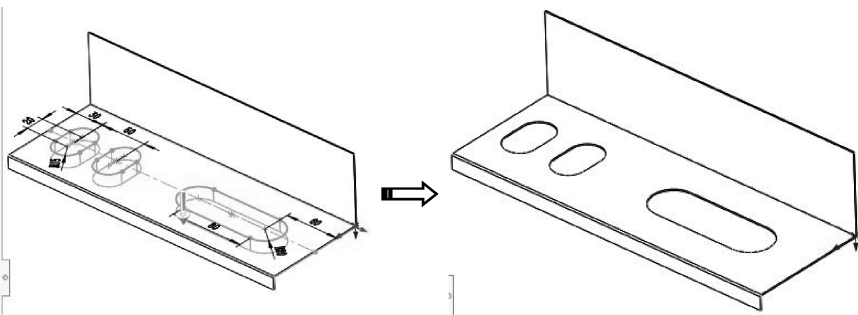

图 6-26 创建拉伸切除
- 05 单击【确定】按钮后，在弹出的【拉伸切除】属性面板中勾选【与厚度相等】复选框，创建支架安装孔的切除，如图 6-26 所示。